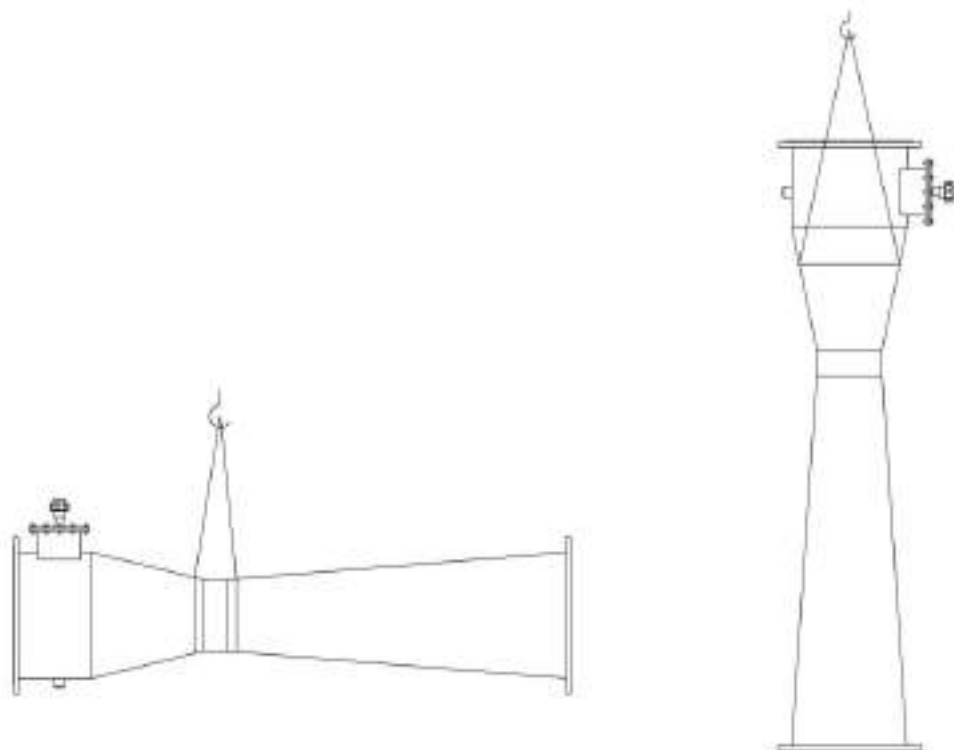

Рис.2 Схема строповки трубы Вентури. Масса 40 кг
7.6. Все такелажные работы с использованием строп, должны выполняться текстильными стропами, с соответствующей грузоподъемностью. Строповочные схемы показаны на рис. 2, 3. Трубопровод поставляется в комплекте и соединяется при помощи разъемных соединительных муфт.